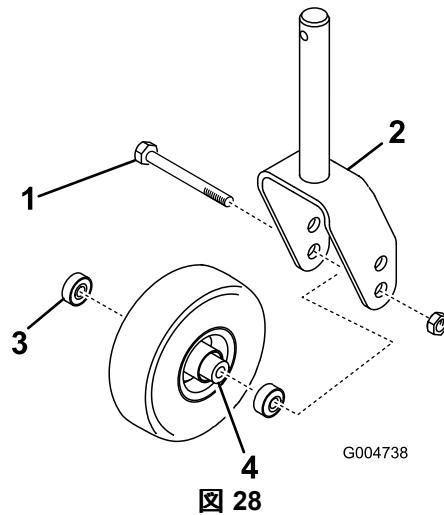

図 28
- キャスタホイール・アセンブリをキャスタフォークの間に保持しているボルトのロックナット(図28を外す。キャスタホイールをつかんでおいて、ボルトをフォークまたはピボットアームから抜き取る。
- ホイールのハブからベアリングを外して、ベアリングスペーサを床に落とす図28。ホイールハブの反対側にあるベアリングを取る。